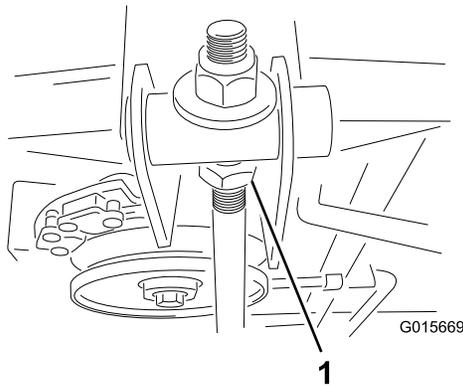

Figure 42
7. Desserrez l'écrou de blocage (Figure 42).